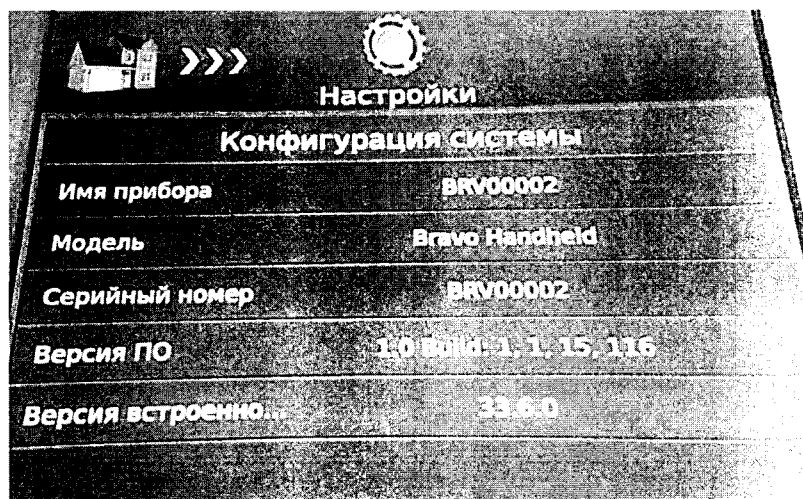

Рис. 2. Окно «Конфигурация системы».
- в открывшемся окне «Конфигурация системы» (рис.2) отобразиться вся необходимая информация о приборе, в том числе – версия ПО.